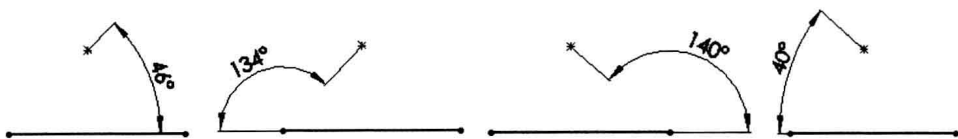

图 2-13 直线与点之间夹角的标注
(2) 直线与点之间的夹角: 标注直线与点之间的夹角, 有顺序差别。选择的顺序是: 直线的一个端点→直线的另一个端点→点。一般有 4 种标注形式, 如图 2-13 所示。